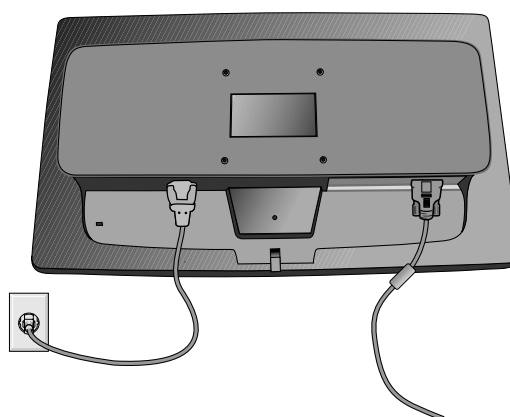

Рисунок R.2
4. Подключите кабель питания к разъему на задней панели монитора (**Рисунок R.2**).